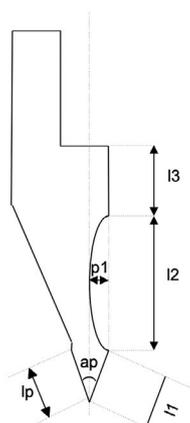

Figure 8. Exemple de dessin de poinçon
- Appuyez sur **[ENTER]** : la section suivante sera dessinée en mode automatique. La section à laquelle les données se réfèrent est marquée, le curseur se déplace vers le champ 1 où la longueur de la section peut être saisie. Le dessin du poinçon se formera en continuant à saisir alternativement les longueurs et les angles. Plus les mesures et les angles introduits correspondent à la réalité, plus le dessin sera correct. Figure 8. Exemple de poinçon à dessiner